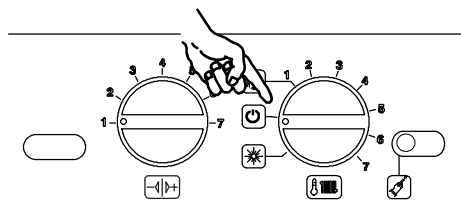

Figura 6.9
- Spegnerne la caldaia portando il selettore di funzione 11 sulla posizione "U" come in Figura 6.9.